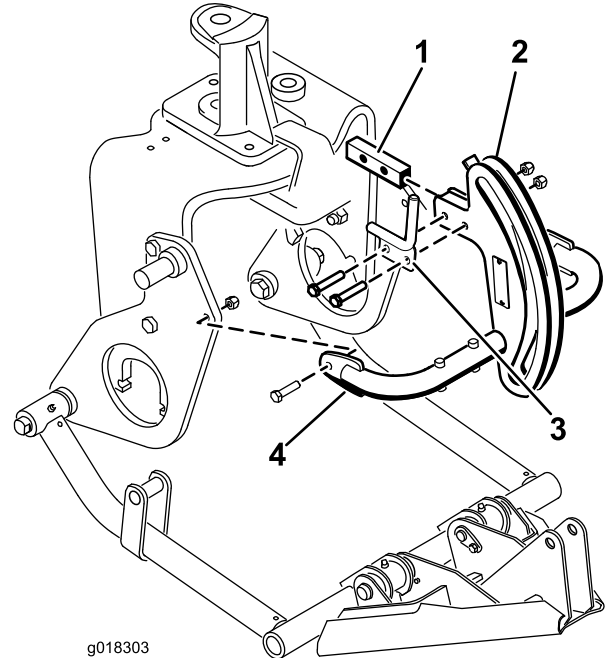

図 9
6. ヒッチフレーム上部とホースガイドを、ヒッチフレームブラケットに取り付ける ; ボルト (3/8 x 2 インチ) (2本) とナット (図 9) を使用する。
7. ボルト ((3/8 x 1-1/2 インチ)) とナットを使って、プラウ・プレートにヒッチ・フレーム・チューブを取り付ける (図 9) 。ナットを締めつけて調整を固定する。